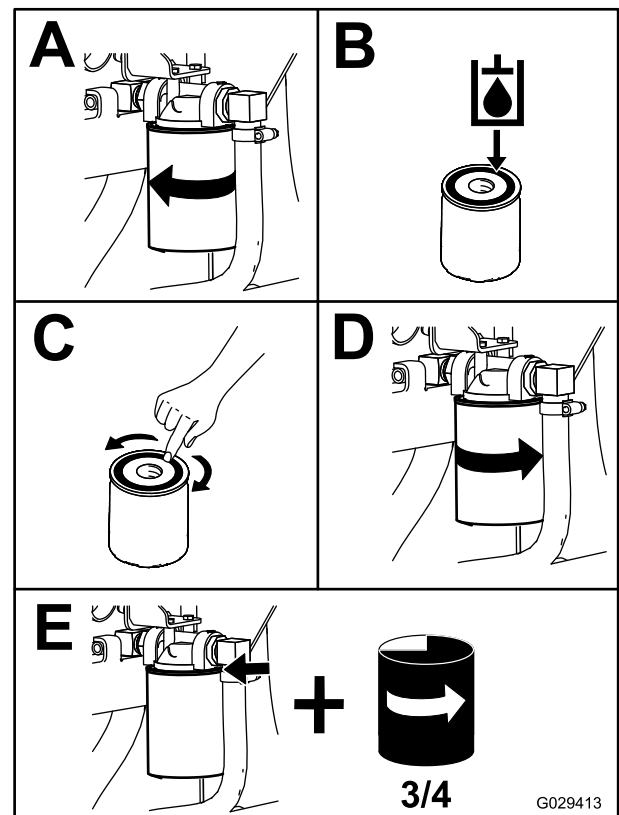

Рисунок 56
4. Поместите сливной поддон под фильтр, а затем замените фильтр (Рисунок 56).